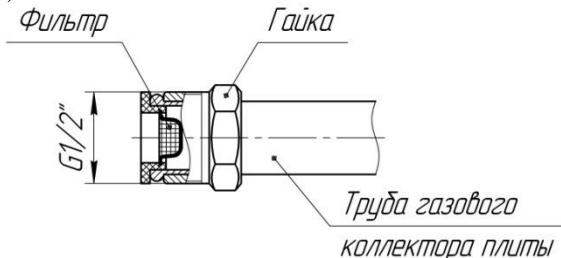

Рис. 1 Конструкция газопровода плиты
2) На плите предусмотрен подвод газа, что позволяет присоединять её к магистральному газопроводу помошью гибкого шланга. На выходе газового коллектора плиты расположена гайка с наружной цилиндрической резьбой G1/2", предназначенная для подключения плиты к сетевому газопроводу. Для подключения газа к плите необходимо установить уплотнительную прокладку(не входит в комплект), для некоторых моделей плит необходимом вместо уплотнительной прокладки установить фильтр (см. Табл. 3) согласно Рис. 1.